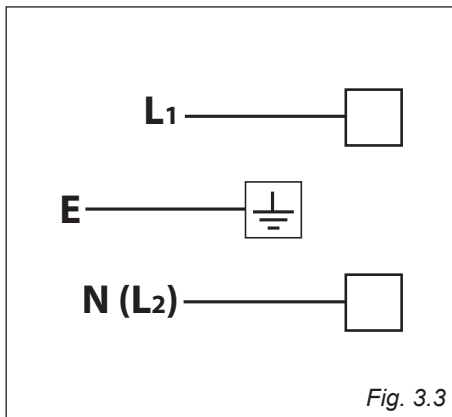

Fig. 3.3
- Le nouveau câble d'alimentation, de type et de section adéquats, est raccordé au bornier suivant le schéma de la figure 3.3.